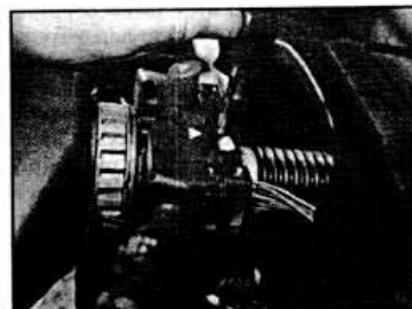

Рис. 12.7. Отвинчивание винта крепления многофункционального переключателя рулевой колонки.
- Отвинтите винт и снимите многофункциональный переключатель вверх с рулевой колонки. Отсоедините электрический разъем от переключателя (см. рис. 12.7, 12.8).